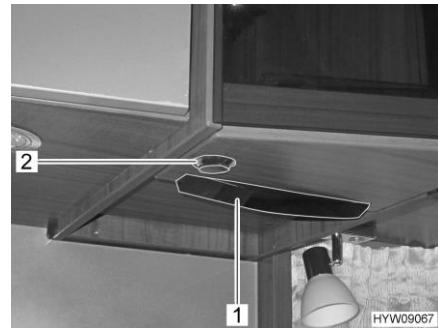

Fig. 83 Bloccaggio (vano abbassabile)
- Premere e rilasciare il bottone automatico (Fig. 83,2). Il bottone automatico scatta all'infuori.
- Servendosi della maniglia (Fig. 83,1), tirare il vano verso il basso e in avanti.
- Spingere il vano verso l'alto finché non si innesta. A tale scopo, utilizzare la maniglia (Fig. 83,1) apposita.
- Premere verso l'interno il bottone a pressione (Fig. 83,2) finché non si innesta.